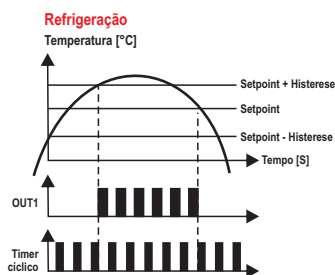

Figura 2
- **1º estágio atrelado ao timer cíclico (timer inicia ligado na energização) (F22=2):** nesta configuração o timer cicla conforme os tempos configurados na F20 ( $[EOn]$ ) e F21 ( $[EoFF]$ ). O 1º estágio começa a ciclar quando a temperatura atinge SP1 + F06 (se 1º estágio estiver configurado como refrigeração) ou SP1 - F06 (se 1º estágio estiver configurado como aquecimento), como mostra a Figura 2.